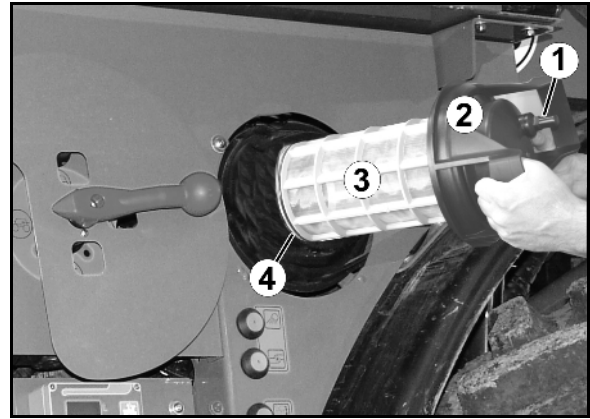

Fig. 126
Nettoyez le filtre d'aspiration (Fig. 126) quotidiennement après le nettoyage du pulvérisateur.
1. Desserrez le couvercle du filtre d'aspiration (Fig. 126/2).
2. Retirez le couvercle avec le filtre d'aspiration (Fig. 126/3) et nettoyez à l'eau.
7. Desserrez le couvercle du filtre d'aspiration (Fig. 126/2).
8. Actionnez la vanne de purge du filtre d'aspiration (Fig. 126/1).
9. Retirez le couvercle avec le filtre d'aspiration (Fig. 126/3) et nettoyez à l'eau.
- Lubrifier le dessous des joints toriques du filtre d'aspiration (Fig. 126/4).